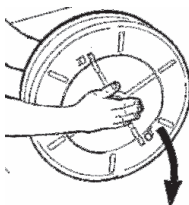

FIG 8
- Turn the drum upside down, Fig.8 and take out the spring housing centre, paying the greatest care so that the spring does not jump out of it. Fig.9-10
- Vänd på trumman, Fig.8 och tag ut fjäderkassetten försiktigt så inte fjädern plötsligt hoppar ur. Fig.9-10. Sätt fast kroken på den nya fjädern i centrumaxelns spår.